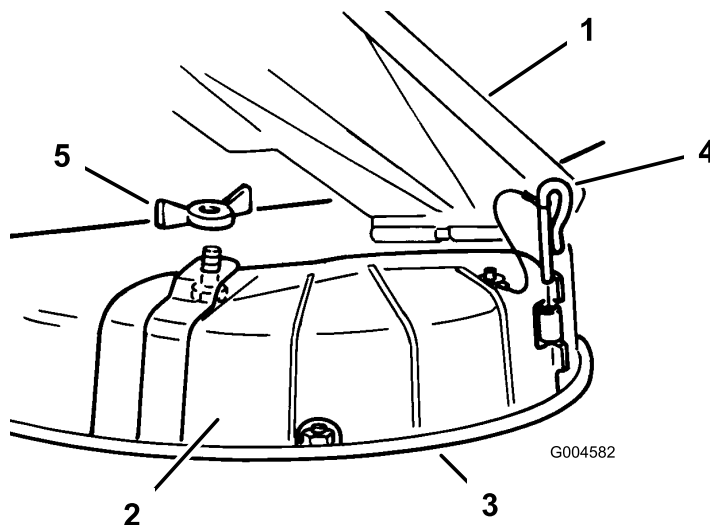

Figure 18
3. Retirez l'écrou à oreilles et le boulon qui fixent l'obturateur d'éjection en place (Figure 18).
4. Enlevez l'axe de charnière qui fixe l'obturateur au plateau de coupe (Figure 18).
3. Soulevez le déflecteur d'herbe et placez l'obturateur d'éjection sur l'ouverture et le bord inférieur du carter du plateau de coupe, avant de l'insérer dans la charnière avant (Figure 18).
4. Insérez l'axe dans la charnière (Figure 18).
5. Fixez l'obturateur d'éjection à la tondeuse à l'aide de l'écrou à oreilles (Figure 18).